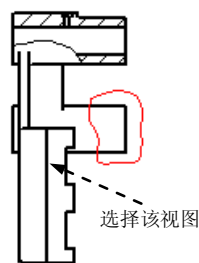
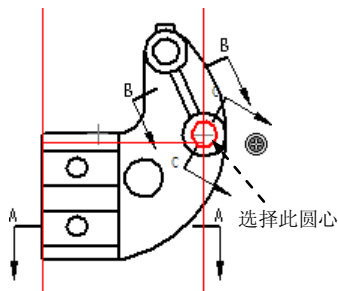
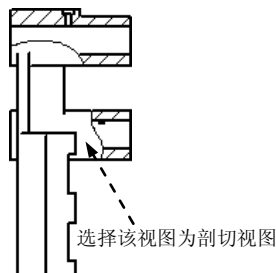

图 10.4.27 绘制曲线
图 10.4.28 定义深度
图 10.4.29 创建局部剖视图 2
Step9. 创建局部剖视图 2。参照 Step8 的详细操作步骤绘制图 10.4.27 所示的封闭曲线作为剖切范围，选择图 10.4.28 所示的圆心作为深度参考，选择图 10.4.29 所示的视图为创建局部剖的图纸视图，结果如图 10.4.29 所示。